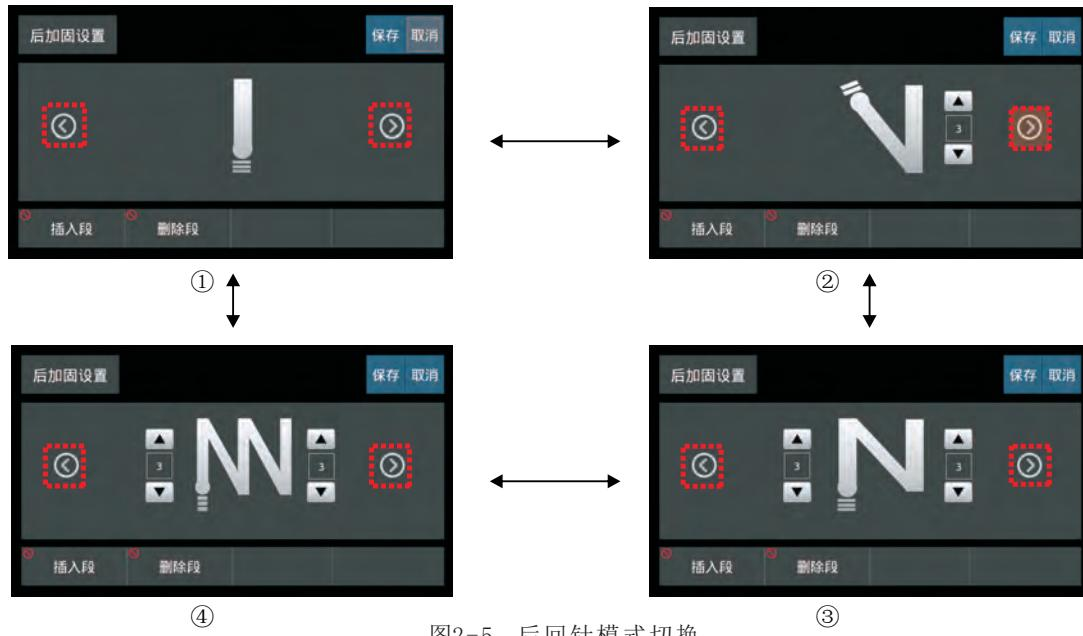

图2-5 后回针模式切换
轻触设置界面下的 图案，后加固样式如图2-5循环切换。其中，图①花样为无加固、图②花样为单段加固、图③花样为两段加固、图④花样为四段加固。